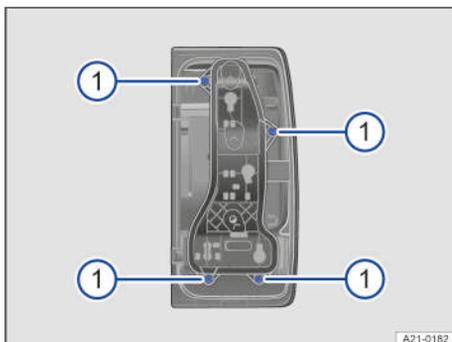

Fig. 151 En el grupo óptico trasero: soltar el portalámparas.
7. Desenrosque los cuatro tornillos del portalámparas con el destornillador → fig. 151 .
10. Coloque el portalámparas en el grupo óptico trasero y atorníllelo → fig. 151 .